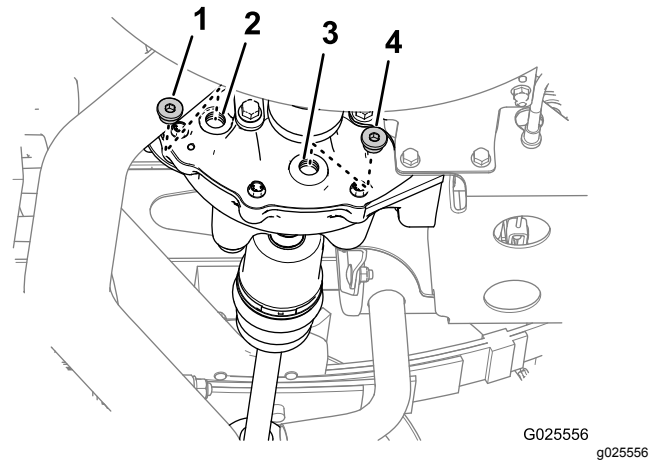

Figura 65
1. Alinhe um recipiente de escoamento com o tampão de escoamento (Figura 65).
2. Retire o tampão de enchimento do orifício de enchimento e o tampão de escoamento do orifício de escoamento do diferencial (Figura 65).
4. Coloque o tampão de escoamento no orifício de escoamento (Figura 65) e aperte o tampão com 14 a 19 N·m.
5. Adicione 550 ml do óleo especificado no orifício de enchimento do diferencial (Figura 65).
- Coloque o tampão de enchimento no orifício de enchimento (Figura 65) e aperte o tampão com 14 a 19 N·m.